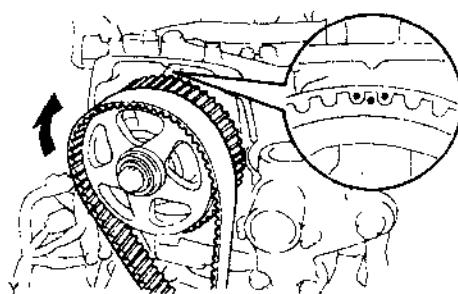

图 1—1—21 对准标记
④用 10mm 六角扳手握住 1 号惰轮，使其朝向使正时皮带张紧的方向（见图 1—1—22）。